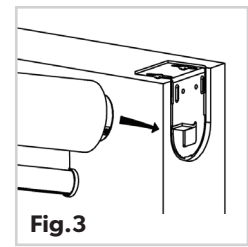

Fig.3
6. Instale el lado derecho del rodillo mediante la inserción de la pestaña del soporte de la derecha en el rodillo. (Fig.3)